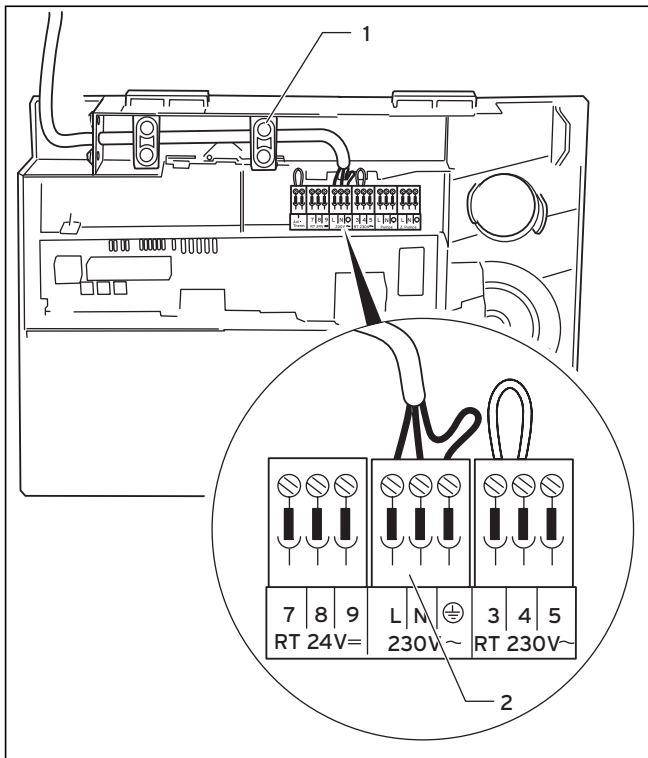

Abb. 5.6 Anschluss der Netzzuleitung
- Sichern Sie die Leitungen mit den Zugentlastungen (1, Abb. 5.6).
- Verlegen Sie die Netzzuleitung zur Anschlussebene im Schaltkasten wie in Abbildung 5.6 gezeigt.
- Sichern Sie die Leitungen mit der Zugentlastung (1).
- Klemmen Sie die Netzzuleitung an den dafür vorgesehenen Klemmen ⊕, N und L des System ProE an (2).
- Sichern Sie die Leitungen mit der Zugentlastung (1, Abb. 5.6)